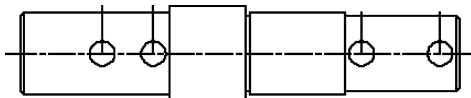

图 5-103 绘制圆
(8) 单击“默认”选项卡“绘图”面板中的“圆”按钮 ，选择偏移后的线段与水平中心线的交点为圆心，绘制半径为 9 的 4 个圆，绘制结果如图 5-103 所示。